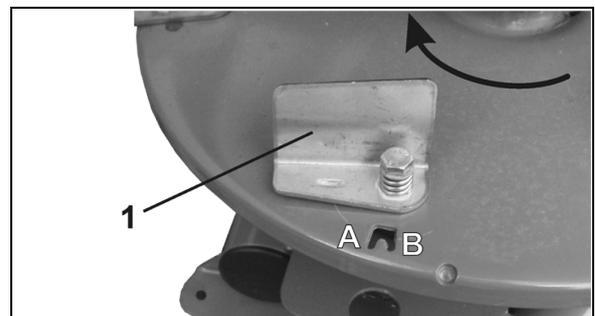
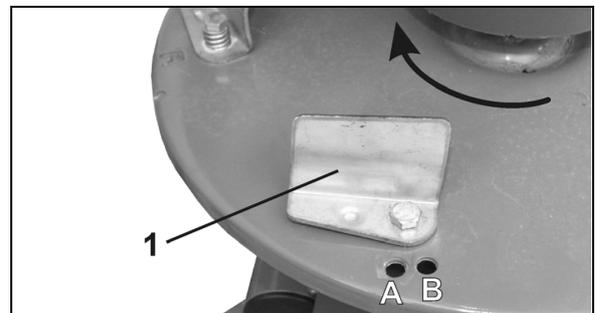

Fig. 14
Fig. 15
As pás distribuidoras podem ser ajustadas em duas posições (Fig. 14, Fig. 15).
- Três pás distribuidoras com mola para regulação manual (Fig. 14/1).
1. Três pás distribuidoras com regulação mediante o desaperto da união aparafusada (Fig. 15/1).